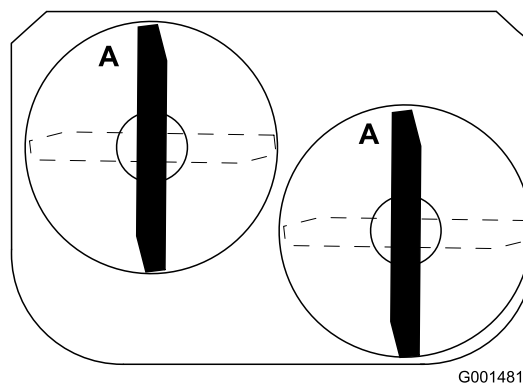

Figure 48
1. Tournez les lames dans le sens longitudinal (Figure 48).